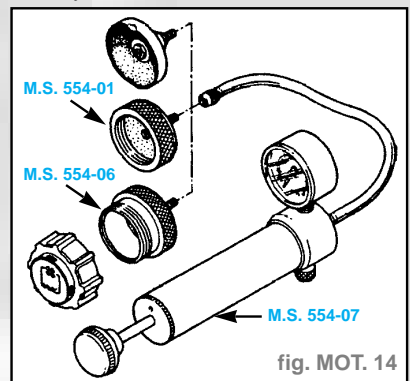

fig. MOT. 14
- Remplacer la soupape du vase d'expansion par l'adaptateur **M.S. 554-01** (fig. MOT. 14).
- Adapter sur la pompe **M.S. 554-07** l'outil **M.S. 554-06** et placer sur celui-ci la soupape à contrôler (fig. MOT. 14).